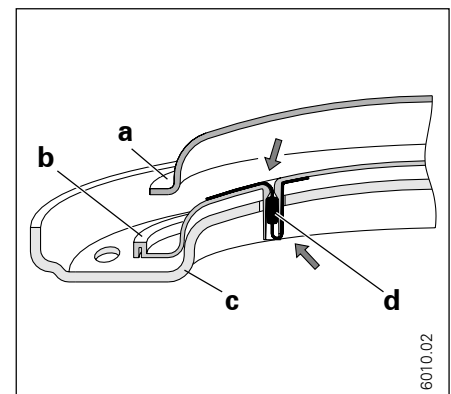

Abb. 14
- **Der Korrosionsschutzwiderstand** an der Isolierplatte (Abb. 14) darf bei Servicearbeiten nicht beschädigt oder entfernt werden. Bei Austausch des Korrosionsschutzwiderstandes ist der Zusammenbau ordnungsgemäß wieder herzustellen.